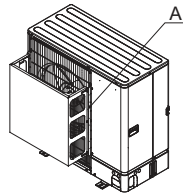

Fig. 2-4
- (2) Montera en luftskyddsledare om enheten monteras på en plats där starka vindar från tyfoner eller liknande kan komma in direkt i luftutloppet. (Fig. 2-4)